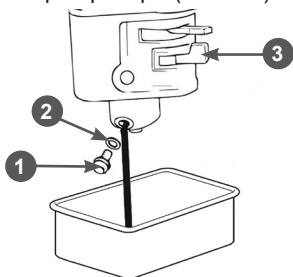

Рис. 32 Обслуживание карбюратора
1. Установите рычаг 3 топливного крана (Рис. 32) в положение «ЗАКРЫТО».
3. Открутите болт 1 сливного отверстия и слейте топливо из поплавковой камеры карбюратора (Рис. 32).
1. Слейте топливо из топливного бака и карбюратора (Рис. 32).